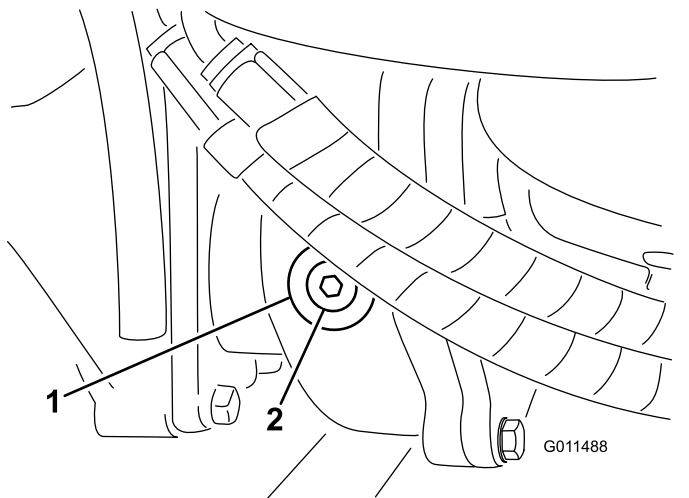

Bild 18
2. Entfernen Sie die Prüf-/Füllschraube an der linken Getriebeseite und stellen sicher, dass das Öl die Unterseite des Lochs erreicht (Bild 18).